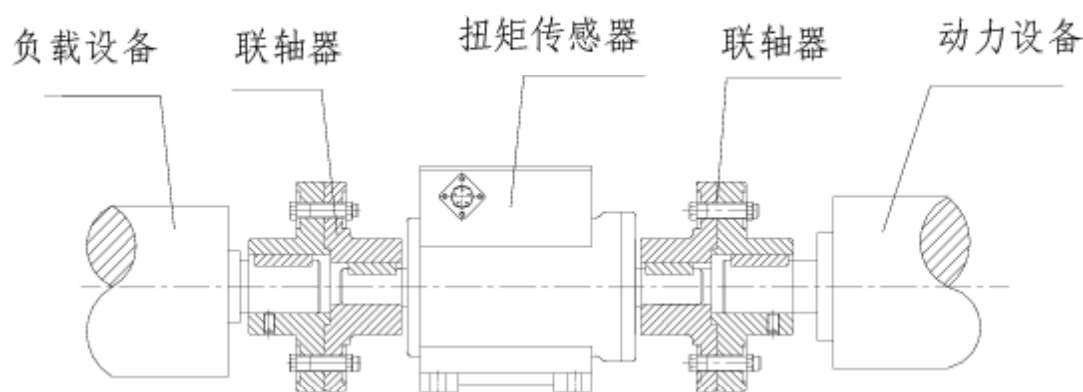

图14 钢性联轴器连接示意图
(2)刚性联轴器连接：如图 14 所示，这种连接形式结构简单，成本低，无补偿性能，不能缓冲减振，对两轴的安装精度较高。用于振动很小的工况条件。